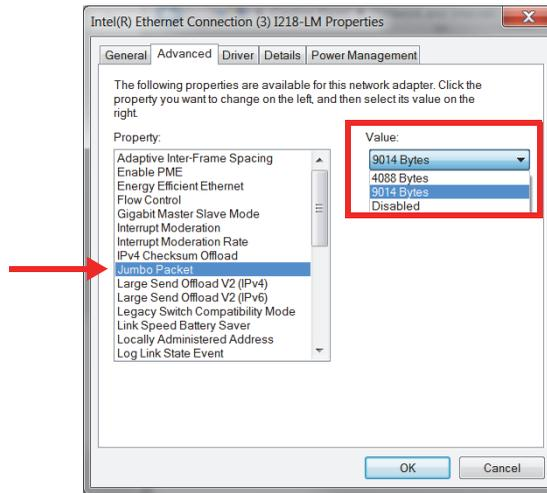

Figura 1-8 Configurações na guia Avançado
4. Na guia **Avançado**, na lista **Propriedade**, selecione **Jumbo Packet** ou **Frame Jumbo** (Figura 1-8 na página 31).